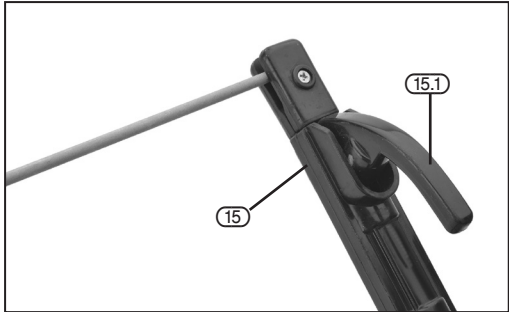

FIG. 6
8.7 MMA/ARC MACHINE OPERATION - FIG. 6